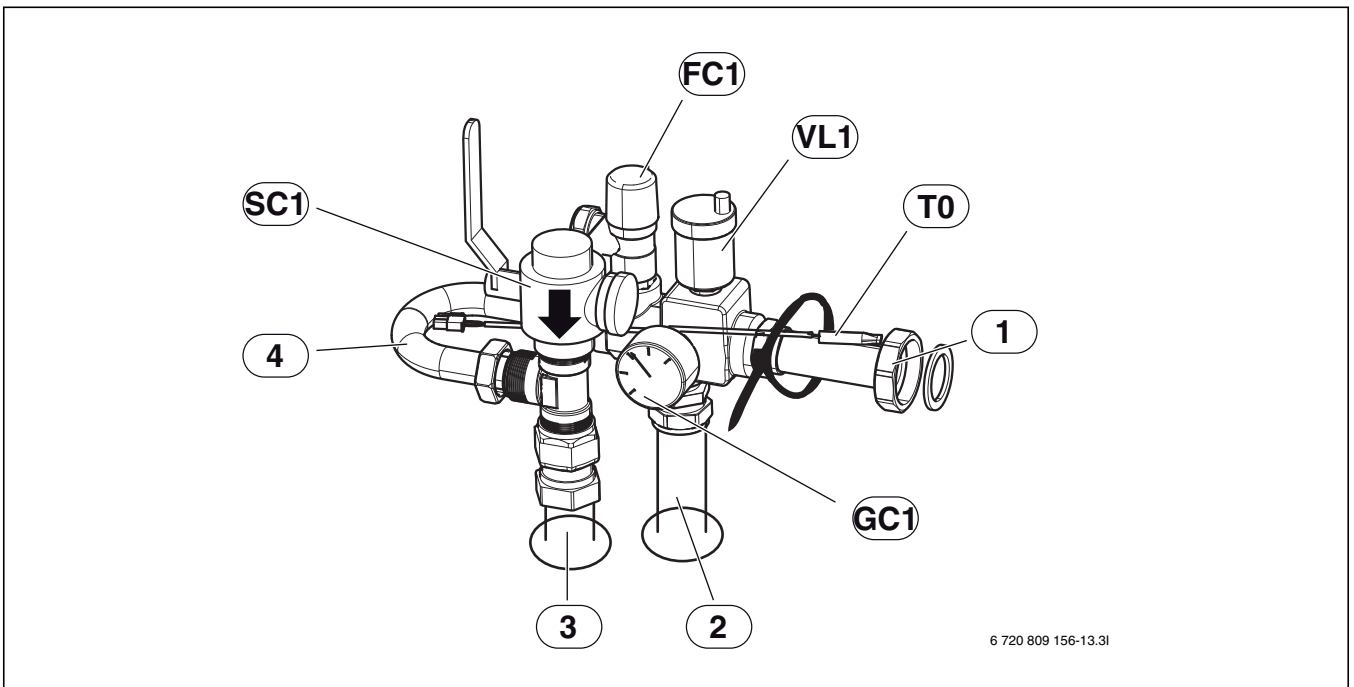

Bild 10 Säkerhetsgrupp monterad
- ▶ Montera först partikelfiltret ([SC1], bild 10) på T-stycket.
- ▶ Montera övriga delar, men dra inte åt muttrarna helt på bypassen ([4], bild 10).
- ▶ Sätt in framledningstemperaturgivaren i fickan på röret ([T0], bild 10), säkra givaren med ett buntband.
- ▶ Efterdra muttrarna på bypassen ([4], bild 10).